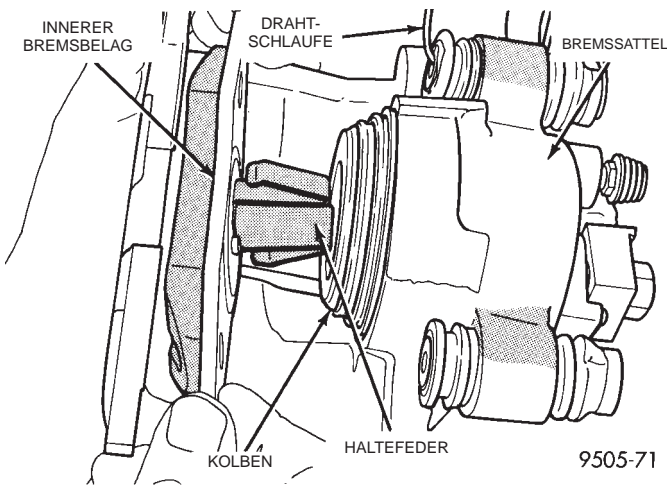

Abb. 52 Inneren Bremsbelag ausbauen
(9) Den inneren Bremsbelag vom Kolben abziehen, bis die Haltefeder die Bohrung im Kolben freigibt (Abb. 52).